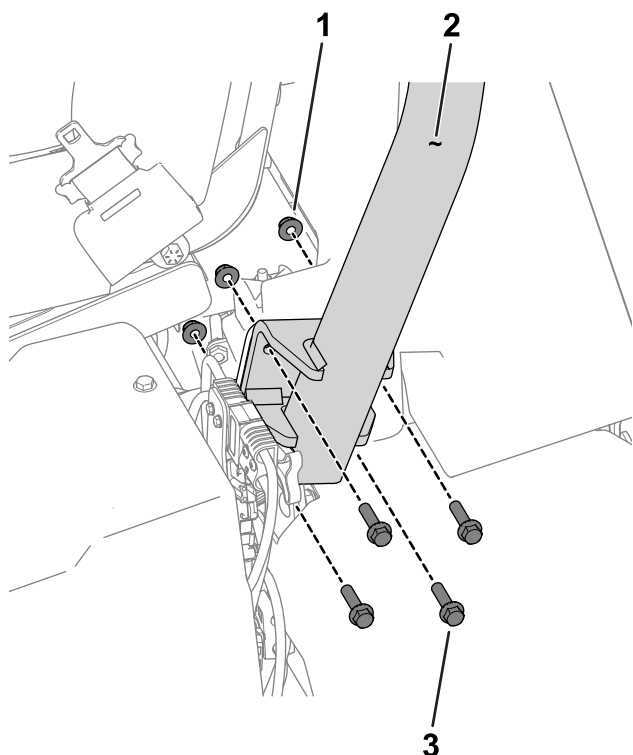

Figura 3
3. Utilice 8 pernos de cabeza hexagonal ($\frac{3}{8}$ " x $1\frac{1}{2}$ ") y 8 tuercas ($\frac{3}{8}$ ") para sujetar la barra anti-vuelco a los soportes de la barra antivuelco en cada lado de la máquina (Figura 3).